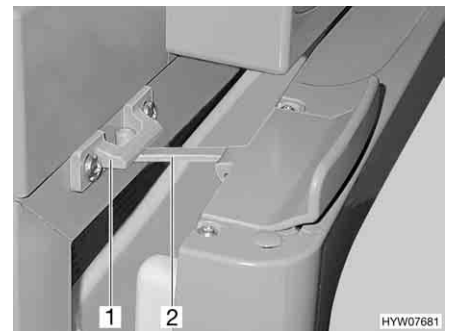

Fig. 236 Puerta del frigorífico en posición de ventilación (Thetford)
- Abrir el bloqueo (Fig. 236,2) y engatillarlo en el alojamiento del bloqueo (Fig. 236,1). De este modo, la puerta del frigorífico quedará ligeramente abierta.